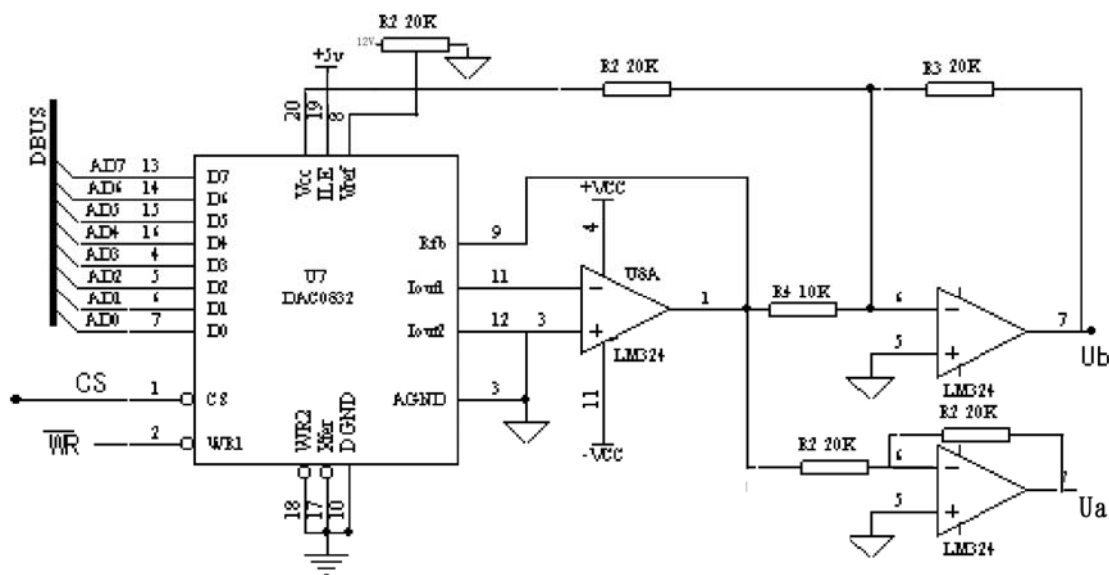

图4-17-1
1、实验电路原理如图4-17-1，DAC0832采用单缓冲方式，具有单双极性输出端(图中的U_a、U_b)，利用debug输出命令(Out 290 数据)输出数据给DAC0832，用万用表测量单极性输出端U_a及双极性输出端U_b的电压，验证数字与电压之间的线性关系。